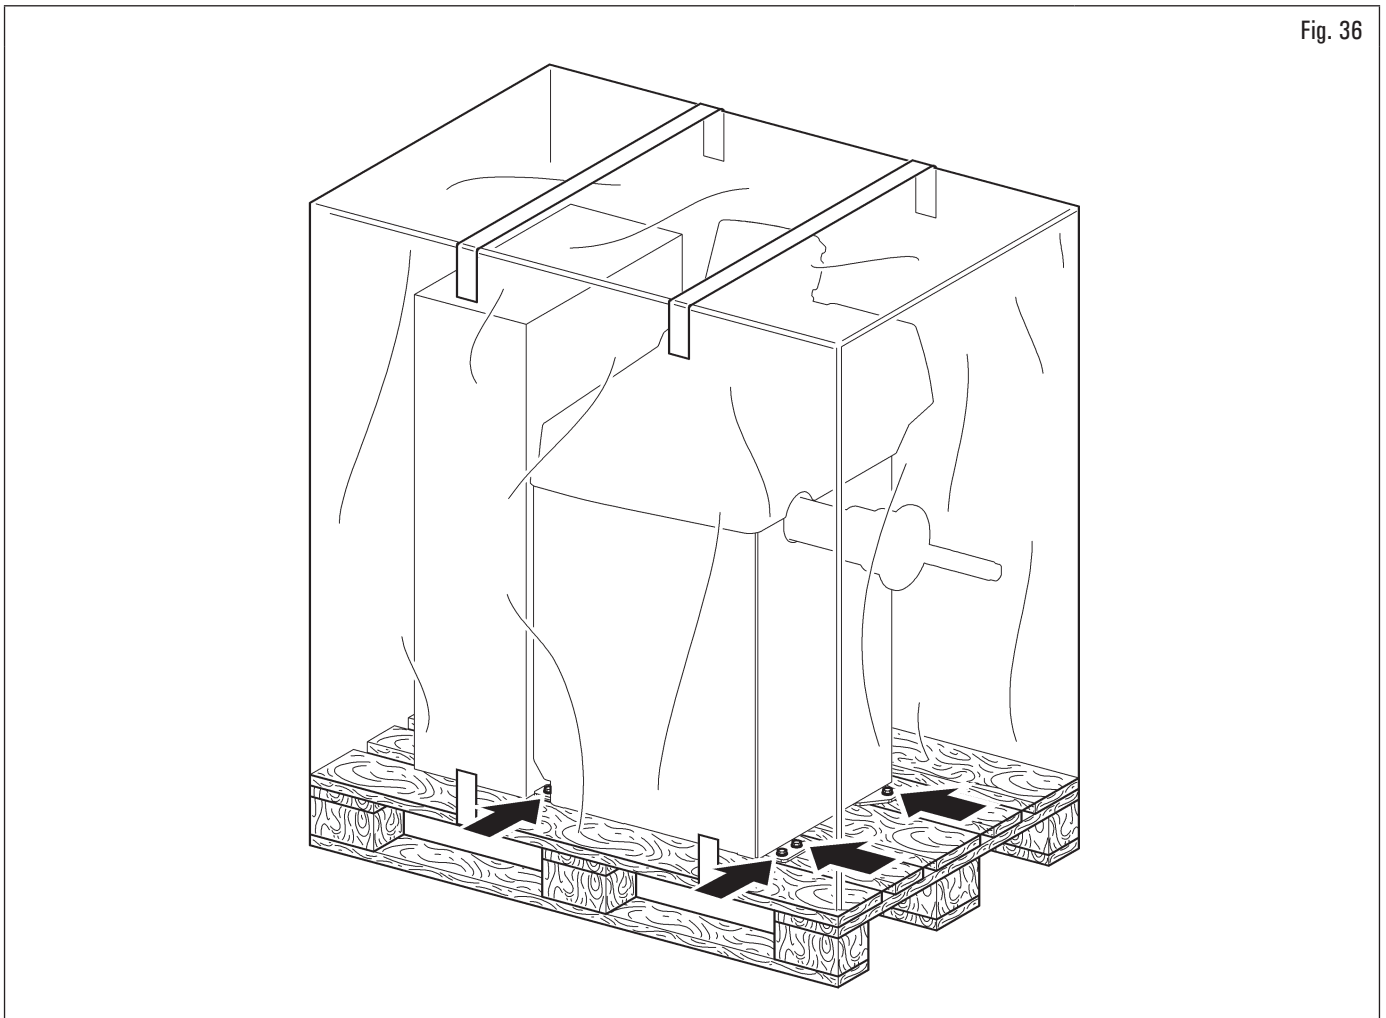

Fig. 36
- El equipo generalmente se envía parcialmente ensamblado como se muestra en Fig. 36.
- levantar con cuidado, utilizando medios adecuados para soportar la carga, en perfecto estado de funcionamiento, utilizando las señales adecuadas colocadas en el embalaje Fig. 36.